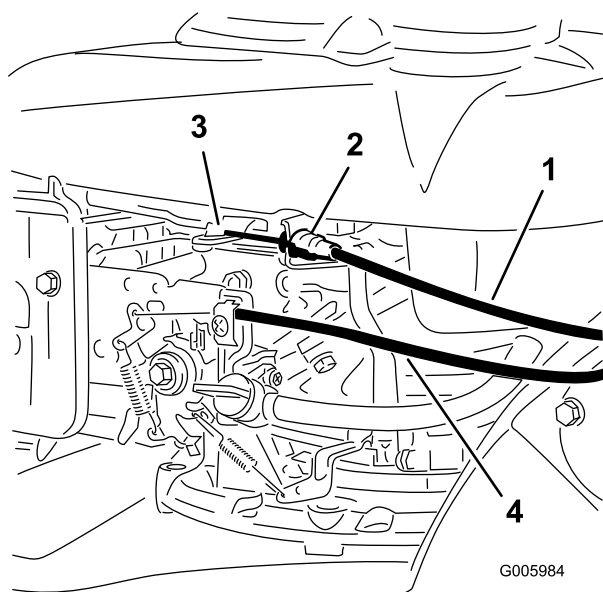

**Figura 5**
**Nota:** Potete regolare l'altezza della stegola in due posizioni (Figura 5). Regolate la stegola all'altezza che vi è comoda.